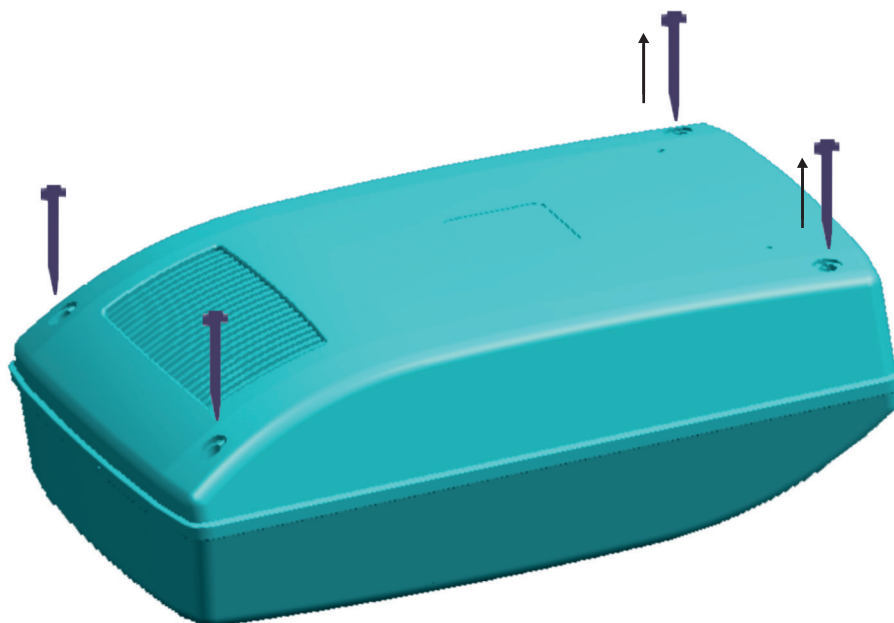

Рис.3
- вывернуть расположенные на задней стенке корпуса рециркулятора винты, скрепляющие переднюю и заднюю панели корпуса (рис.3).